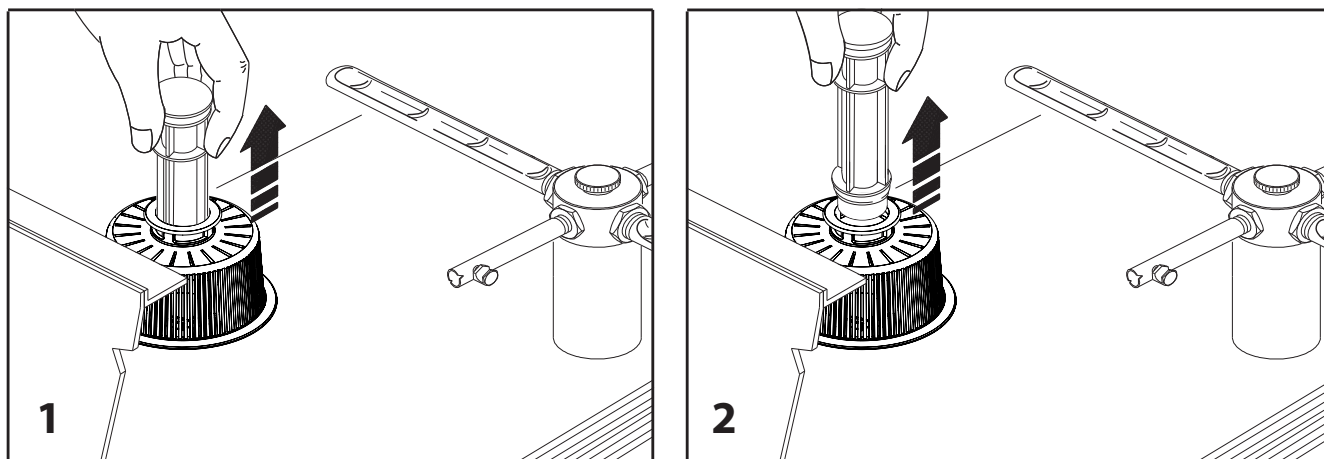

Fig. 16
2. *quite el tubo de demasiado lleno (fig. 16)*
3. *si el lavavajillas está dotado de bomba de descarga, antes de apagarla quite el tubo demasiado lleno (fig. 16) y accione la bomba mediante la TECLA BOMBA DE DESCARGA (consulte el apart. 4.6). Al finalizar la descarga el lavavajillas se apaga. Desconéctelo de la red eléctrica.*